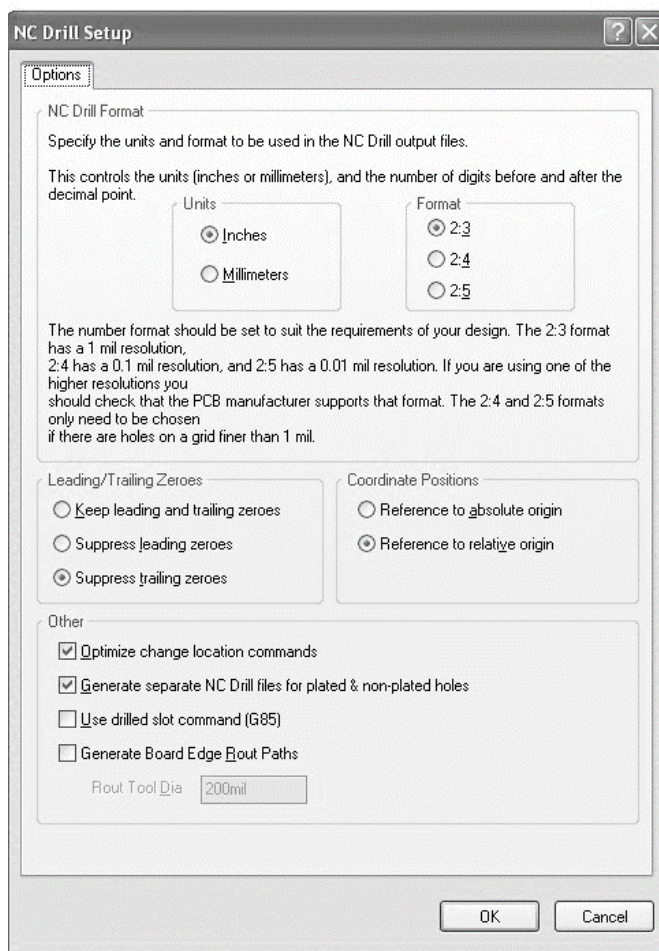

Рис. 3.85. Окно конфигурации программы сверления
5) В закладке «Apertures» необходимо поставить галочку в поле «Embedded apertures (RS274X)» (рис. 3.85).